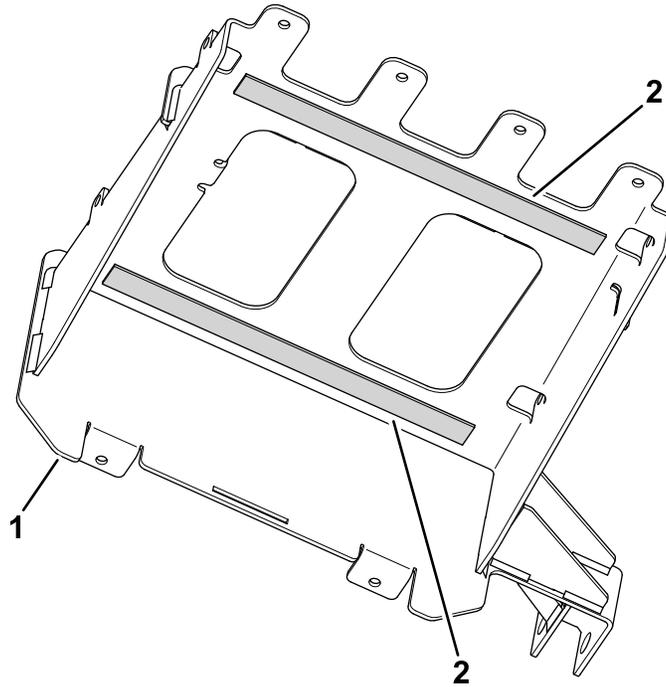

**Figura 18**
- Montate le 2 batterie sulla piastra della base inferiore come illustrato nella Figura 18.